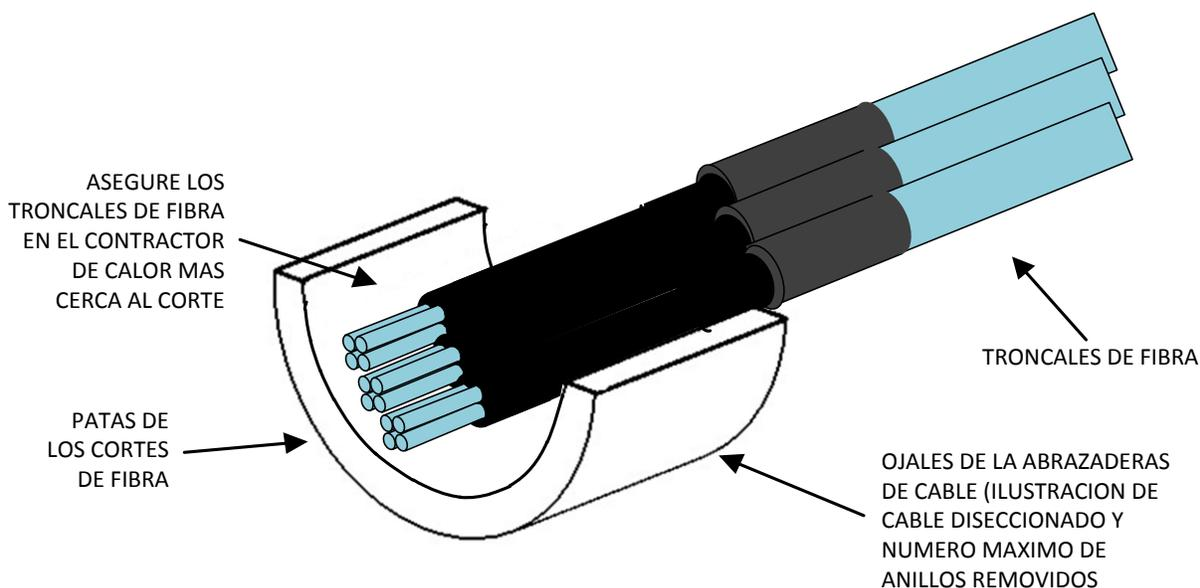

figura 21
- a. Asegure cada troncal en el contractor de calor, como se muestra en la figura 21.